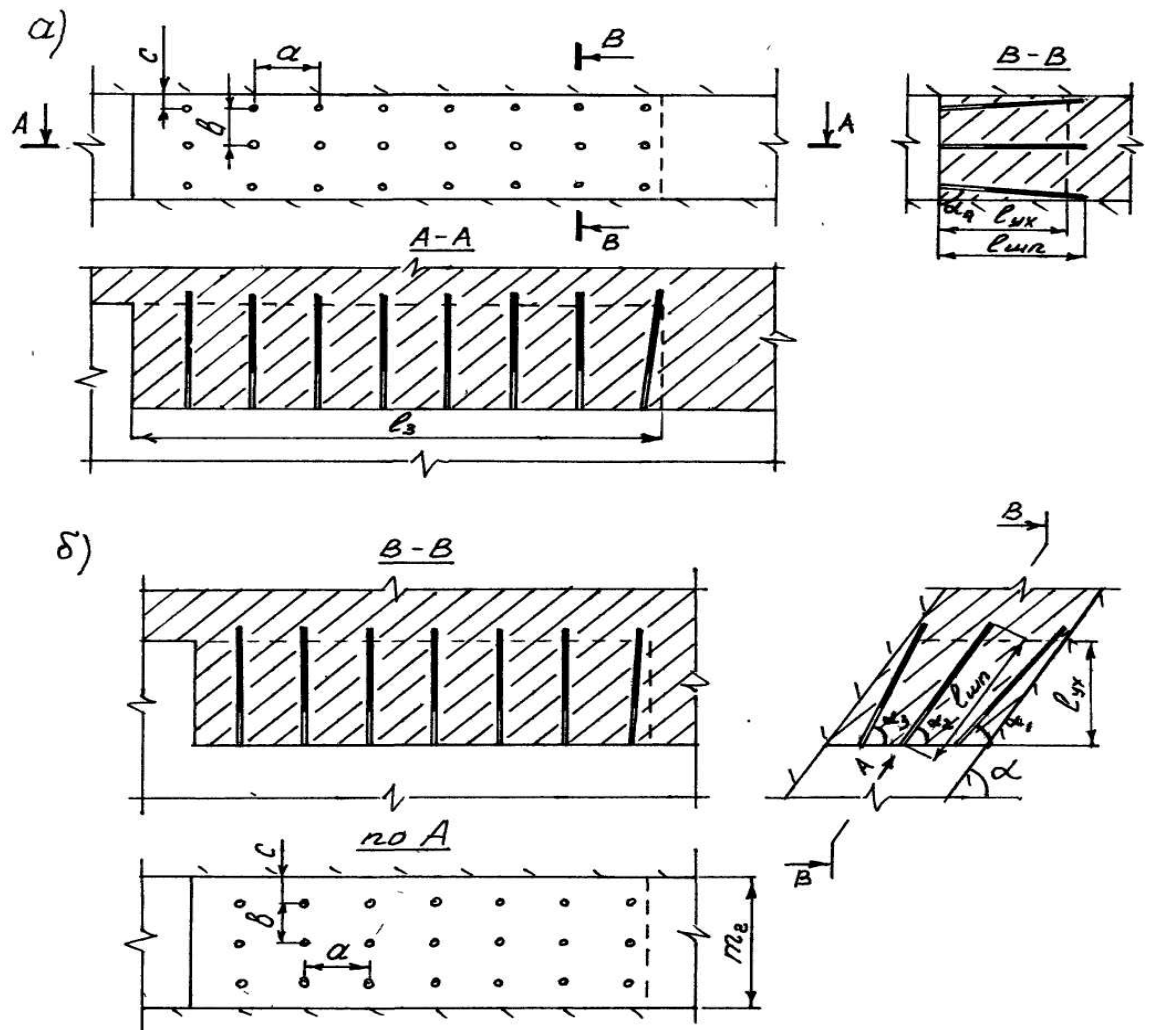

Рис.1.1. Схемы расположения шпуров: а) при пологом залегании; б) при крутом
9. Графическое построение схемы расположения производится с учётом следующих положений (рис.1.1):